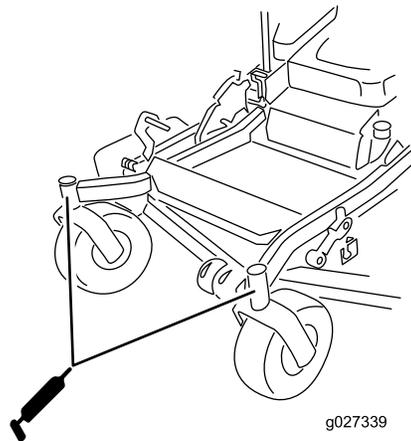

Figure 39
- Remettez le bouchon hexagonal et le capuchon antipoussière en place (Figure 39).